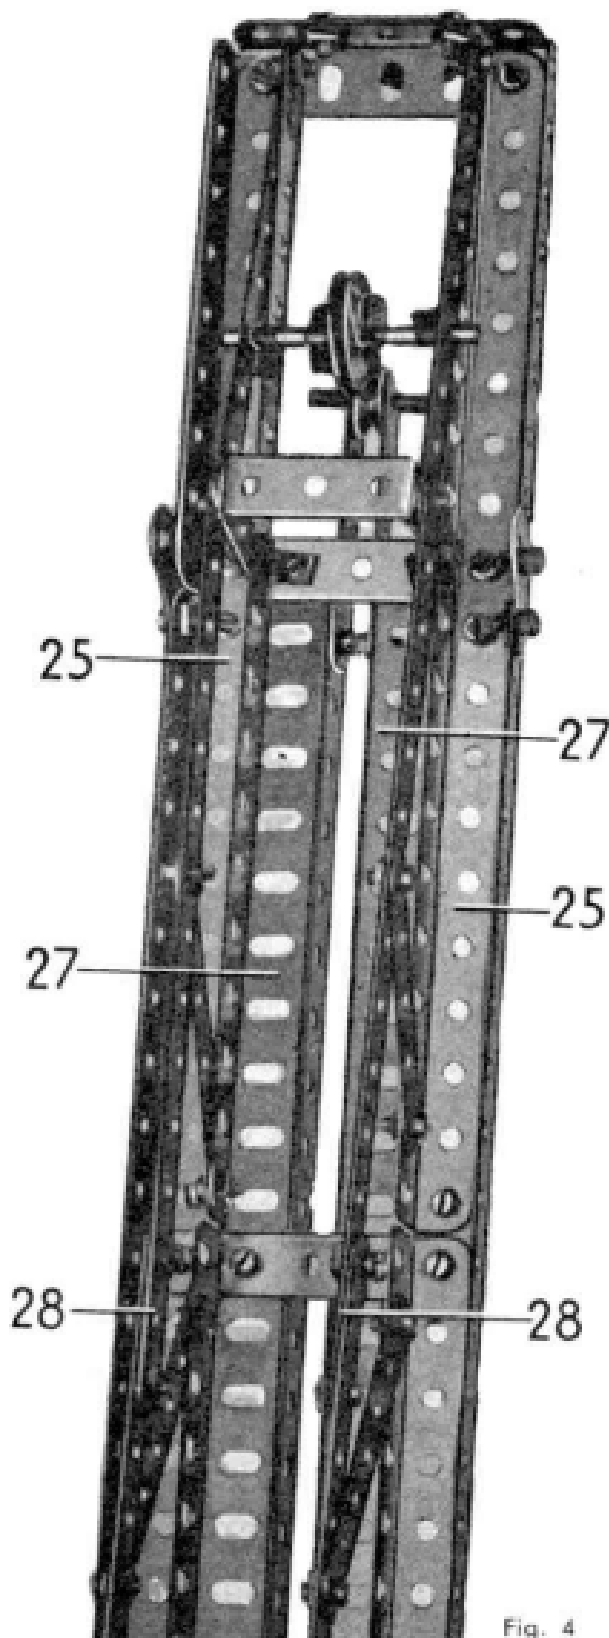

Fig. 4
La flèche est formée de deux poutrelles en U (25) faites de cornières boulonnées ensemble (fig. 4 et 5). L'aile intérieure de chaque poutrelle est formée d'une cornière de 19 trous et d'une de 49 trous ; les deux cornières sont placées bout à bout, sans se recouvrir, et leurs trous allongés sont verticaux. L'aile extérieure de chaque poutrelle est formée d'une cornière de 49 trous placée entre deux cornières de 9 trous ; ces cornières ne se recouvrent pas, leurs trous allongés sont horizontaux et elles sont assemblées par de petits goussets d'assemblage. Ces derniers forment butées pour les roues du chariot qui chemine sur la tranche des cornières de 49 trous. La cornière de 9 trous qui se trouve près du fût est prolongée d'un trou par une bande de 3 trous.